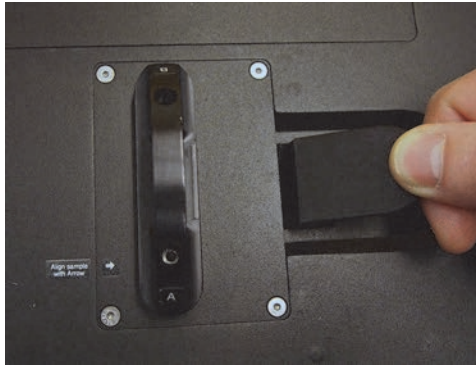

Figura 3-16 Bloccaggio del portacampione
2. Bloccare il portacampione spingendo il dispositivo di blocco-sblocco verso il basso (vedi Figura 3-16 a pagina 57).